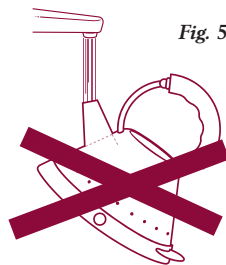

Fig. 5
- Tire a tampa e encha a chaleira até ao nível desejado (fig.5).